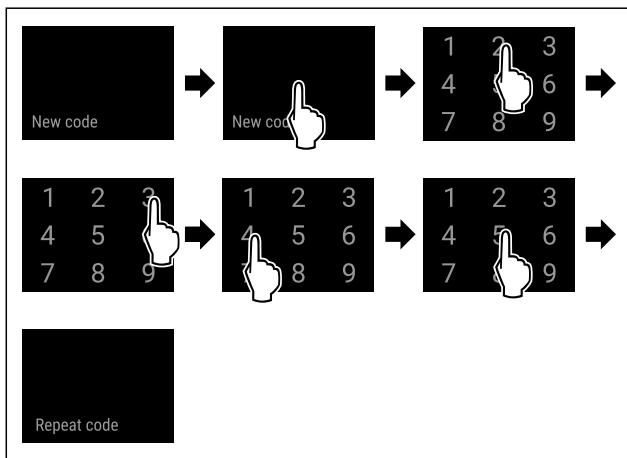

Fig. 95
- Seguir los pasos de procedimiento (consulte Fig. 95) .